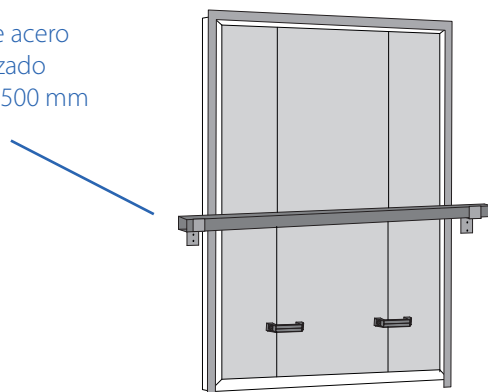

Fig. 165. Conjunto de "Z" y barra de acero galvanizado.
9. Finalmente, será necesario el uso de una barra de acero galvanizado de 40x30 y 1500 mm de longitud para cerrar y asegurar la posición de la tapa. (Fig. 165)